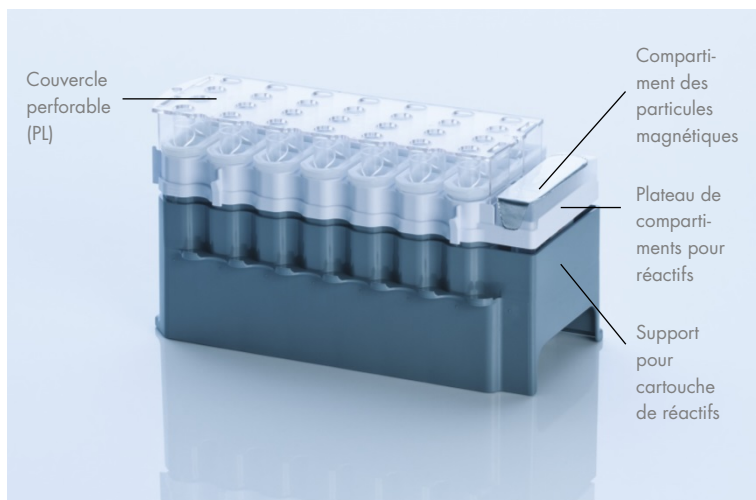

Figure 2. Cartouche de réactifs QIASymphony. La cartouche de réactifs contient tous les réactifs nécessaires au cycle.
Les réactifs pour la purification de l'ADN sont contenus dans une cartouche de réactif innovante (Figure 2, page 18). Chaque compartiment de la cartouche contient un réactif particulier, tel que des particules magnétiques, un tampon de liaison, un tampon de lavage ou un tampon d'éluat. Il est possible de refermer les cartouches entamées à l'aide de bandelettes d'étanchéité en vue d'une réutilisation ultérieure, ce qui évite de générer des déchets dus à des restes de réactifs à la fin de la purification.
Placer la cartouche de réactifs dans le support de cartouche de réactifs. Avant la première utilisation d'une cartouche de réactif, placer sur celle-ci le couvercle perforable (PL) (Figure 2 ci-dessus).